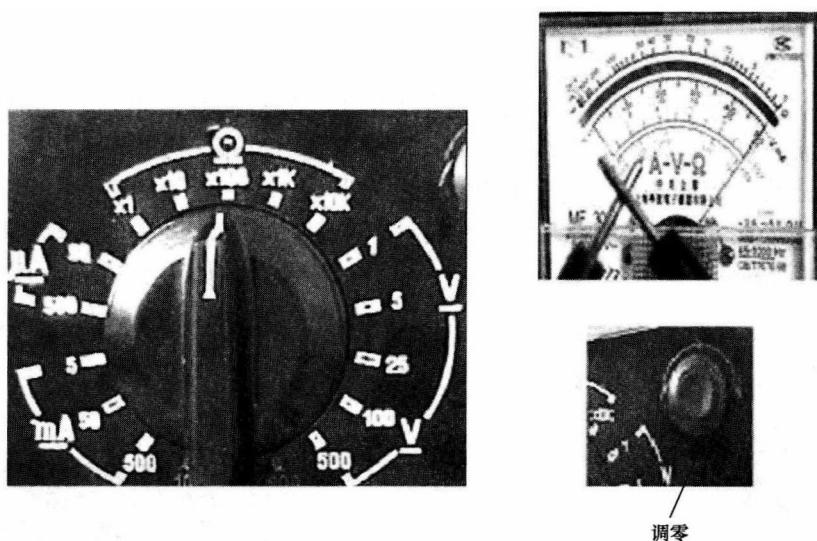

图1-3  $\Omega$ 调零
2) 挡位选定后，进行 $\Omega$ 调零。具体方法是把万用表的两根表笔短接，旋转调零旋钮，使指针指在欧姆刻度线的零位，如图1-3所示。